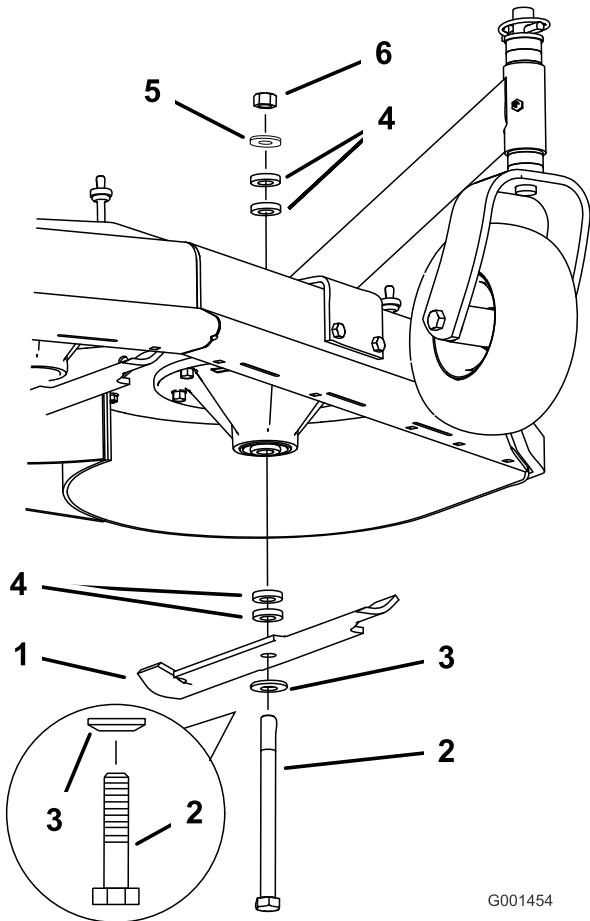

Figura 11
- Sujete el perno de la cuchilla y retire la tuerca (Figura 11).
- Deslice el perno por el eje, y cambie los espaciadores según sea necesario (Figura 11).
- Instale el perno y la arandela curva, añada los espaciadores adicionales que sean necesarios, y sujetelos con una arandela fina y una tuerca (Figura 11).